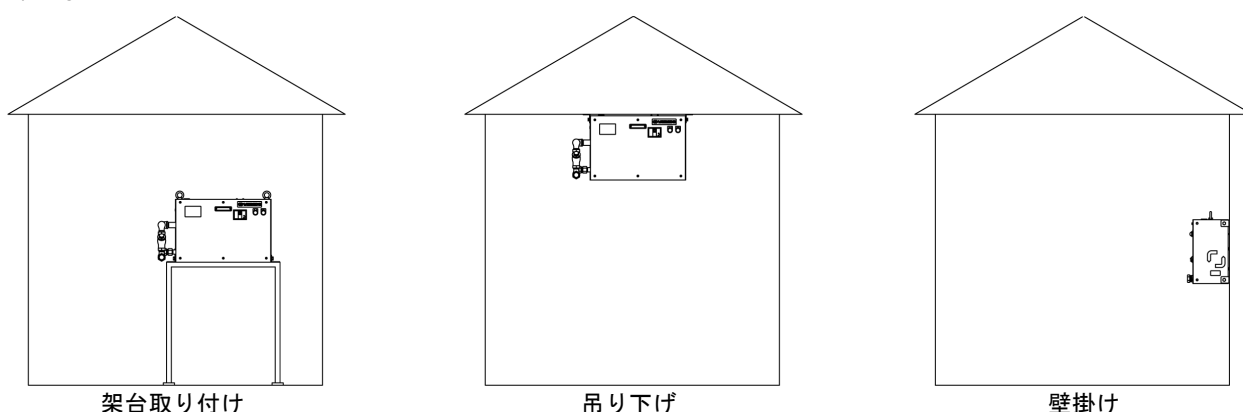

Fig. 1
1) Fig. 1 を参考に本製品を設置する適切な場所を検討してスペースを確保してください。